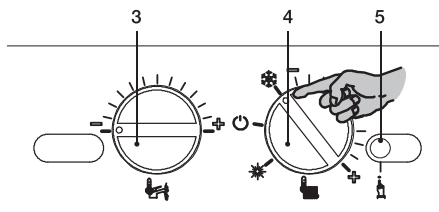
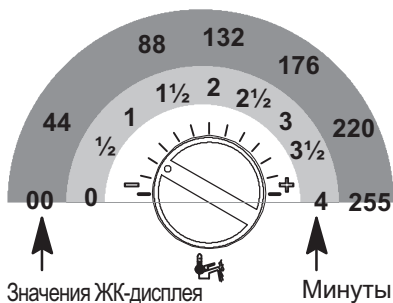

Рисунок 5.35
Рисунок 5.39
- Прежде чем включить электропитание котла, установите регуляторы 3 и 4 так, как показано на рисунке (см. Рисунок 5.35).
Нажмите кнопку сброса 5 (Рисунок 5.35) и пролистайте параметры до P11, предназначенного для настройки постциркуляции насоса. На ЖК-дисплее последовательно отобразятся следующие символы (параметр P11 будет загораться поочередно с 44).
Чтобы изменить настройку, поверните регулятор температуры горячего водоснабжения 3 (Рисунок 5.35) и установите его на выбранное время, как показано на следующем рисунке (Рисунок 5.39).
Шаг настройки регулятора 3 (Рисунок 5.35) соответствует отображаемому на ЖК-дисплее значению 44 (40 секунд). Это значение можно установить на максимум 255 (4 минуты). На ЖК-дисплее при этом будут поочередно загораться P11 и 60.